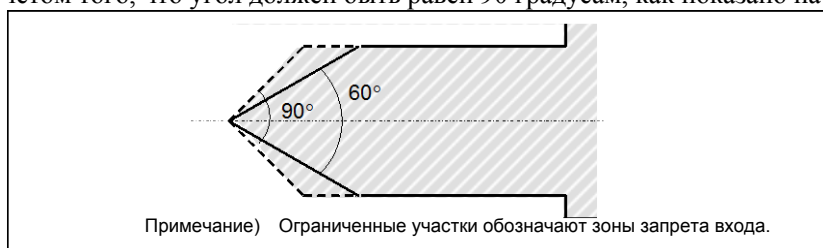

Рис. 2.1.9 (g)
Установка направления зоны запрета входа для зажимного патрона и зоны запрета входа для задней бабки определяется по наибольшему и наименьшему соотношению между параметром ном. 1336 (CZ) и параметром ном. 1348 (TZ). При установке на $CZ < TZ$ направление зажимного патрона и задней бабки соответствует направлению, показанному на Рис. 2.1.9 (h). При установке на